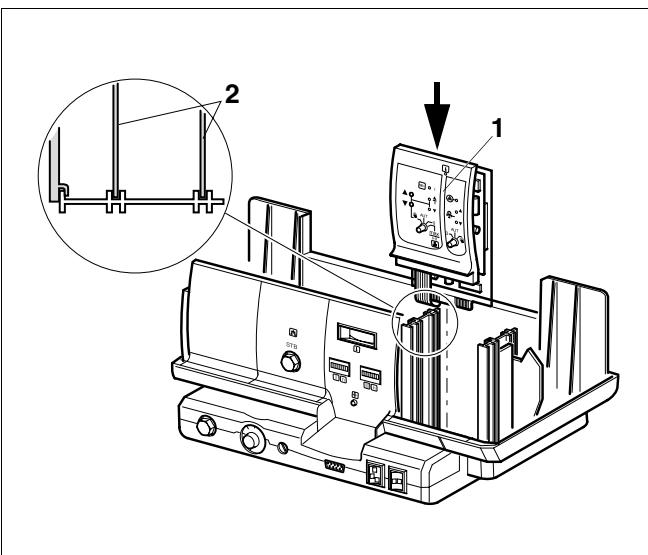

Рис. 3 Установка модуля
- Установите котловой модуль (рис. 3, поз. 1) с платой (рис. 3, поз. 2) сверху в направляющие и вставьте в разъем (рис. 3)